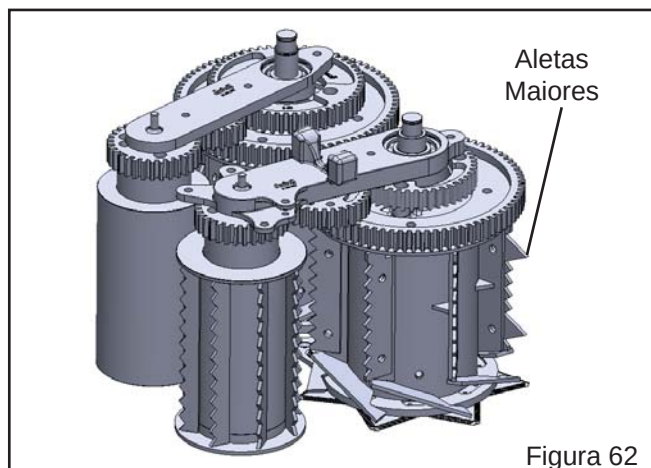

Figura 62
- Monte as lonas alimentadoras nas aletas conforme posicionamento indicado (Figura 62).